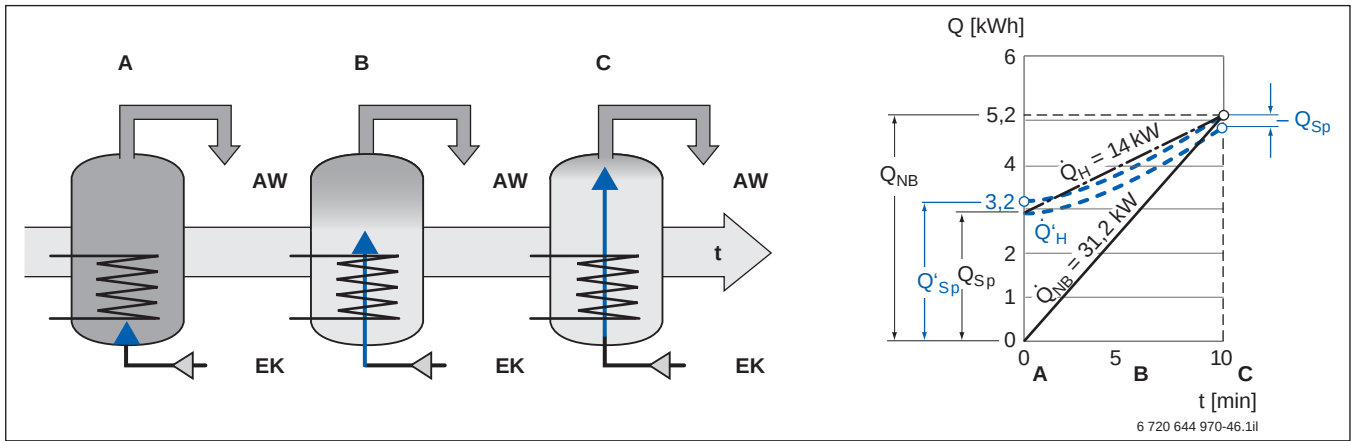

Bild 54 Funktionsprinzip Speichersystem: Zapfung und Aufheizung mit Bedarfsdefizit im Wärmeschaubild
Zu Beginn der Entnahme aus dem voll durchgeladenen Speicher liegt der Wärmetauscher im temperierten Wasser und kann daher nicht seine volle Leistung abgeben (→ Bild 54, Seite 79, Pos. A). Während der Entleerung (Pos. B) nimmt die Übertragungsleistung zu. Am Ende der Entnahme (Pos. C) ist der Speicher temperiert mit:
Überträgt man diese Situation ins Wärmeschaubild, ist ein Bedarfsdefizit ($-\dot{Q}_{Sp}$) zu erkennen, das durch eine entsprechende Vergrößerung von $\dot{Q}_{Sp}$ ausgeglichen werden muss. Im Wärmeschaubild ist dazu die Heizlinie $\dot{Q}'_H$ parallel so zu verschieben, dass sie auf den Bedarfspunkt ❶ trifft (→ Bild 54, Seite 79). Am Schnittpunkt ❷ mit der Ordinatenachse ist die korrigierte Speicherkapazität $\dot{Q}'_{Sp}$ ablesbar.